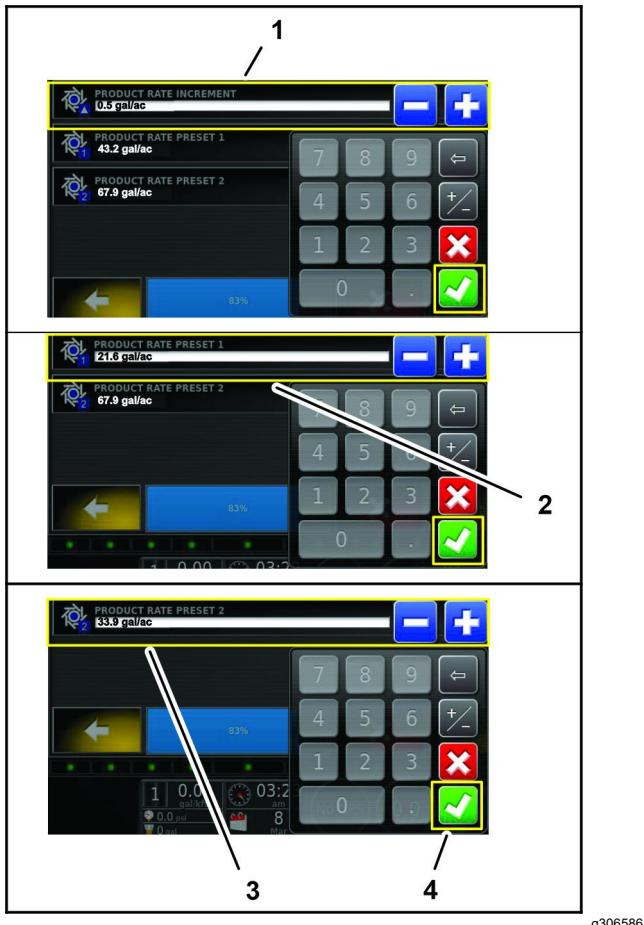

Figure 120
10. Avec le clavier virtuel, saisissez une valeur d'augmentation ou de diminution pour les prérglages de débit 1 et 2, puis appuyez sur l'icône de confirmation (Figure 120).
12. Avec le clavier virtuel, saisissez le débit d'application pour le préréglage de débit 1, puis appuyez sur l'icône de confirmation (Figure 120).
14. Avec le clavier virtuel, saisissez le débit d'application pour le préréglage de débit 2, puis appuyez sur l'icône de confirmation (Figure 120).